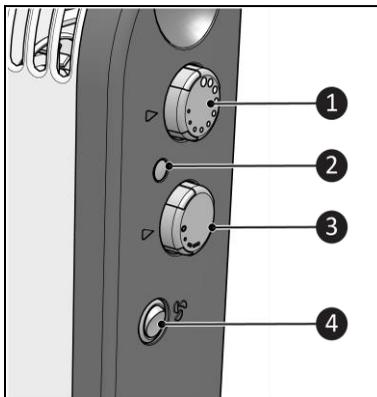

Figura 8
1. Rotiți butonul de alimentare (Figura 8, poz. 3) în poziția dorită:
2. Rotiți butonul termostatului (Figura 8, poz. 1) spre maxim. Lumina de veghe (Figura 8, poz. 2) se va aprinde.
3. Când s-a atins temperatura ambiantă dorită, rotiți încet butonul termostatului (Figura 8, poz. 1) în sens invers acelor de ceasornic, până când auziți un clic. Termostatul va menține temperatura actuală prin pornirea și oprirea radiatorului.
4. Pentru o distribuție mai rapidă și mai bună a căldurii, porniți ventilatorul (Figura 8, poz. 4).
5. Dacă este necesar, rotiți butonul de alimentare (Figura 8, poz. 3) pentru o putere mai mare sau mai mică.
6. Dacă este necesar, rotiți butonul termostatului (Figura 8, poz. 1) pentru o temperatură mai mare sau mai mică.
1. Setezi butonul termostatului (Figura 8, poz. 1) în poziția „maxim”.
2. Lăsați butonul de alimentare (Figura 8, poz. 3) în poziția OFF (OPRIT).
3. Porniți ventilatorul (Figura 8, poz. 4).
1. Asigurați-vă că butonul de alimentare este în poziția OFF (Figura 8, poz. 3).
2. Asigurați-vă că întrerupătorul ventilatorului este în poziția OFF (O) (Figura 8, poz. 4).